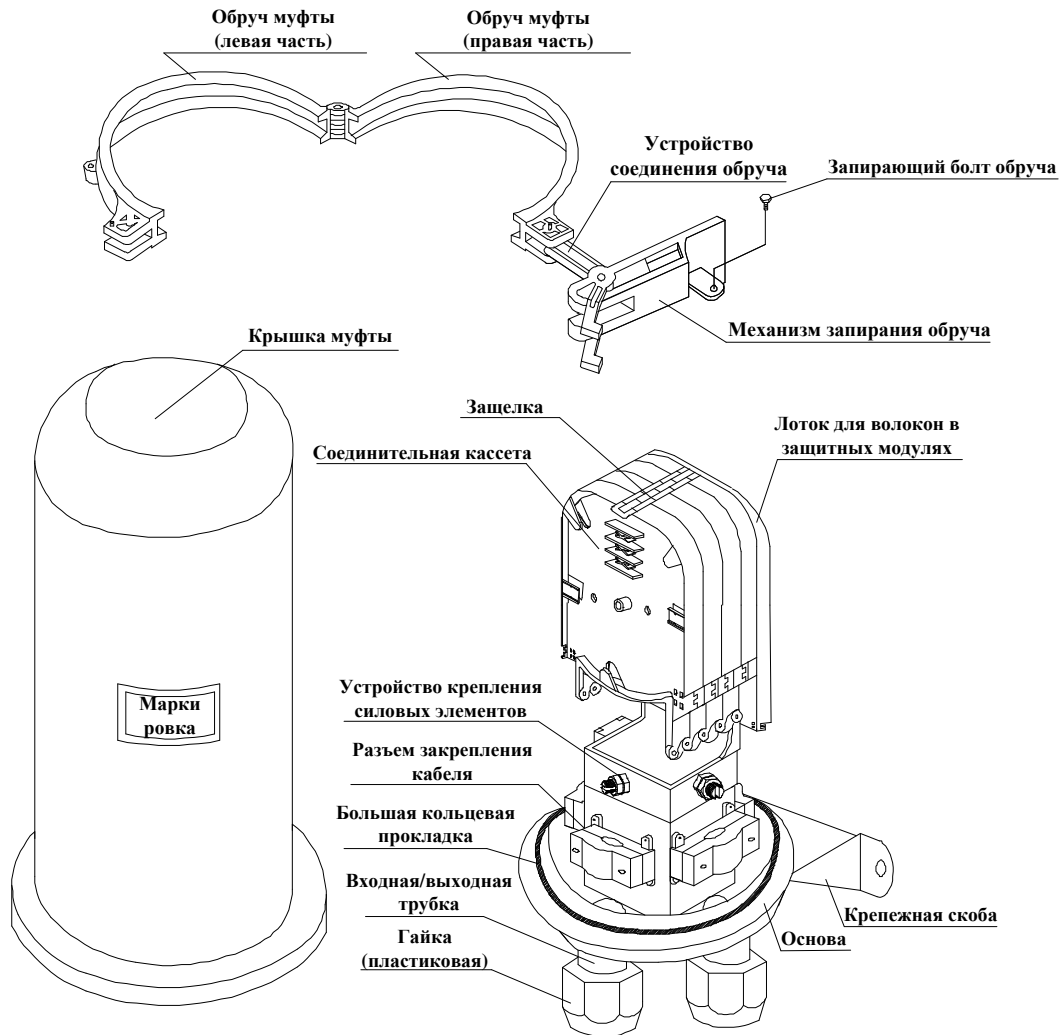

Рисунок 1
- ① Снимите болт, скрепляющий обруч и отожмите систему запираения, после чего снимите обруч с муфты.
- ② Снимите крышку муфты.
- ③ Снимите сплайс-пластины муфты.
- ④ Снимите гайки, прокладки и герметизирующие кольца с соответствующих входных/выходных трубок муфты, выбранных с учетом диаметров кабелей.
- ⑤ Для жесткого крепления муфты применяется держатель. Фиксируем основание муфты в этом держателе.
6.1.4 Смотрите рисунок 1.